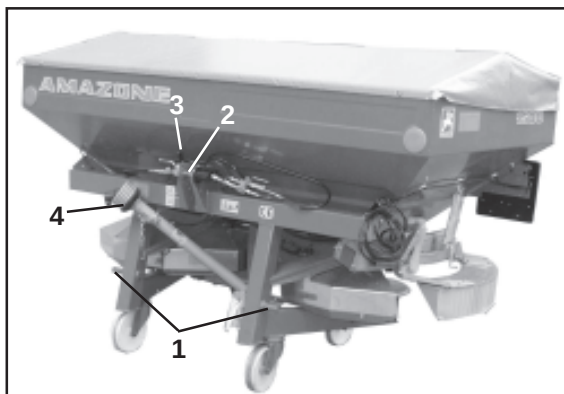

Fig. 5.1
Fig. 5.1 a
- skyv traktorens trekkstenger inn på redskapets koblingstapper (kat. II) (Fig. 5.1/1 og 5.2/1) og sikre dem med ørepinner. Ved ZA-M maxiS skal boltene stikkes inn i den øverste boring i trekkstangkonsollen. Denne trekkstangkonsollen har som standard en ekstra trekkstangtilkobling som gjør det mulig å montere redskapet 120 mm høyere på traktoren (f.eks. ved delgjødsling)
- fest toppstanga med stikkbolten (kat. II) (Fig. 5.1/2 og 5.2/2) og sikre den. **Låsespaken (Fig. 5.1/3 hhv. 5.2/3 og fig. 5.1a/1) må da være i lås.**
Heng kraftoverføringsakselen opp i holderen når sprederen parkeres (Fig. 5.1/4 og 5.2/4).